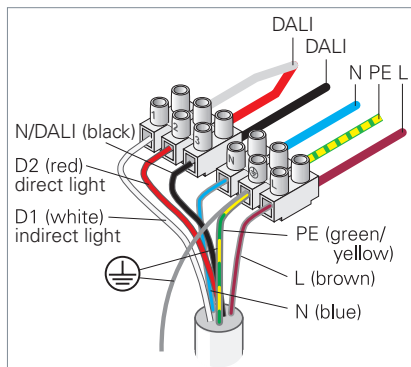

Fig. 6: Collegare l'apparecchio d'illuminazione senza sensori per il funzionamento con DALI.
- Collegare la fune metallica sul lato di collegamento dell'apparecchio d'illuminazione al morsetto del conduttore di terra, vedi Fig. 6.